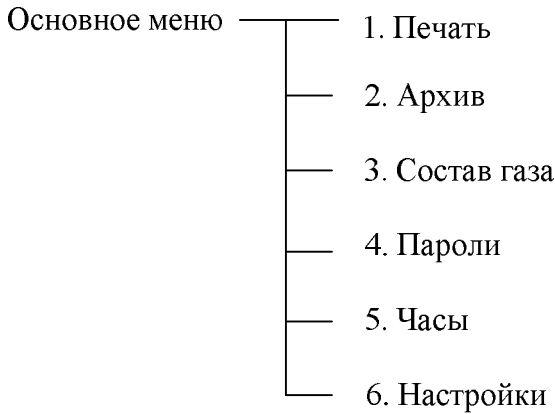

Рисунок 6
2.6.8 Управление работой расходомера осуществляется через основное меню (рисунок 6).